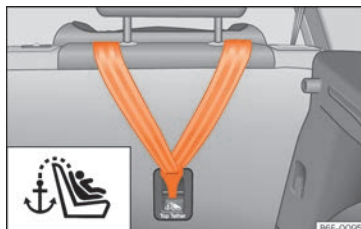

Fig. 38 Arrière de la banquette arrière : anneaux de fixation destinés à la ceinture Top Tether.
- Enfoncez le siège pour enfant sur les œillets de retenue « ISOFIX/iSize » jusqu'à ce qu'il s'encastre de manière audible. Si le siège pour enfants dispose d'ancrage Top Tether*, le connecter à l'anneau respectif » » fig. 38. Tenez compte des indications du fabricant.
- Faites glisser la sangle et fixez-la correctement à l'aide de l'ancrage derrière le dossier » **fig. 38**.